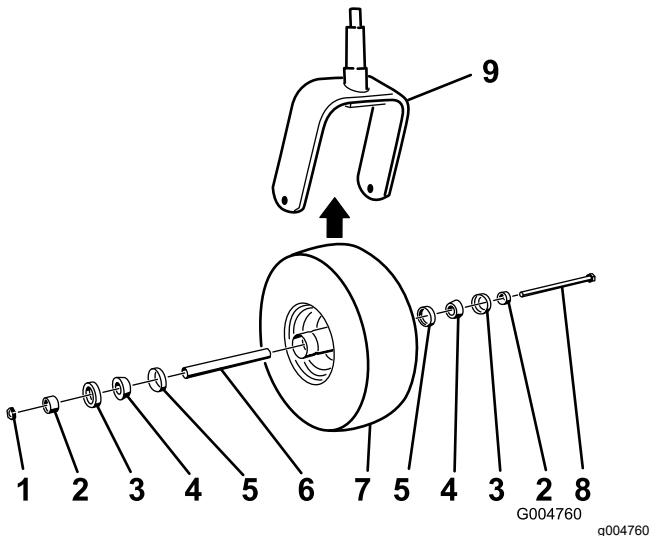

Figura 40
5. Ensamble la rueda giratoria presionando los cojinetes cónicos y las juntas, llenos de grasa, sobre el cubo de la rueda, según se muestra en la Figura 40.
2. Retire la contratuerca del perno (Figura 40).